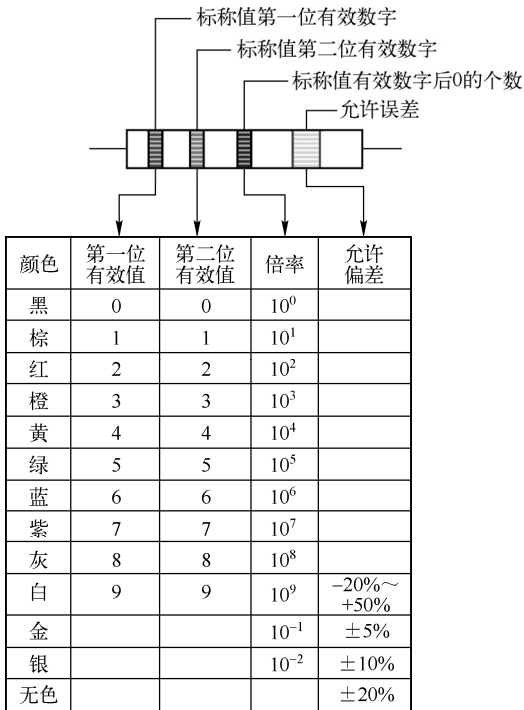
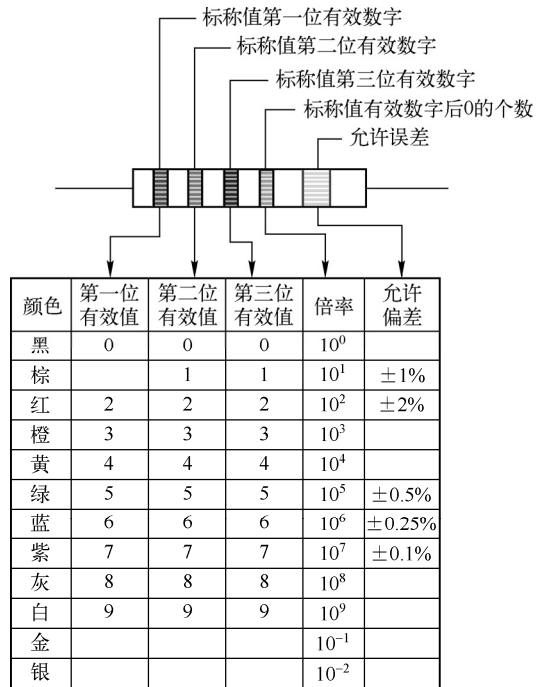

图 1-12 两位有效数字阻值的色环表示法
图 1-13 三位有效数字阻值的色环表示法
b. 色标法：色标法将电阻器的类别及主要技术参数的数值用颜色（色环或色点）标注在它的外表面上。色标电阻（色环电阻）器可分为三环、四环、五环三种标法。其含义如图 1-12 和图 1-13 所示。